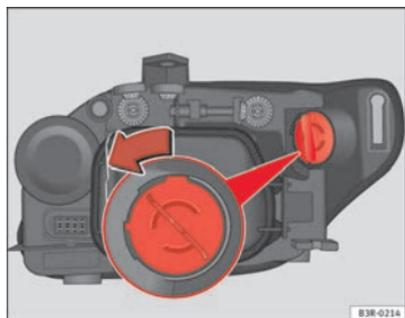

Fig. 203 Luz DRL (luz día)
- Gire el portalámparas en el sentido contrario a las agujas del reloj asíéndolo por la empuñadura ⇒ fig. 203 y extraiga el portalámparas y la lámpara.